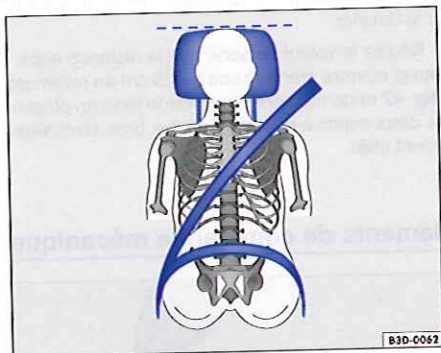

Fig. 43 Ajustement correct de la ceinture et réglage correct de l'appuie-tête.
- Réglez l'appui-tête de manière à ce que son bord supérieur soit, si possible, sur la même ligne que la partie supérieure de la tête, mais pas plus bas que les yeux. Positionnez toujours l'occiput le plus près possible de l'appui-tête ⇒ fig. 42 et ⇒ fig. 43.